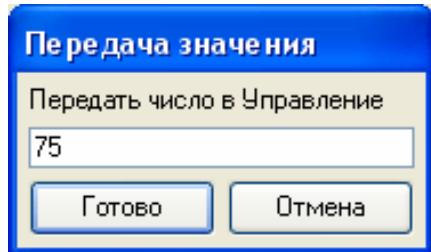

Рис. 4.12
4.4.5.4. За допомогою кнопки **Управління** ввести величину "управляючої дії", наприклад, як показано на рис. 4.12, і спостерігати результат в сусідньому полі і тренді (рис. 4.13).